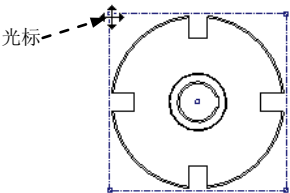

图 3.5.3 解除锁定视图
- 当视图解除锁定时，单击视图，视图边界线顶角处会出现图 3.5.3 所示的点，且光标显示为四向箭头形式；当锁定视图时，视图边界线会变成图 3.5.4 所示的形状。